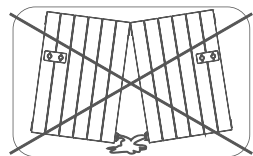

рис. 2
- 7.4. Для монтажа радиаторов с числом секций до 12 используйте 2 кронштейна, для 12 и более 3 кронштейна (рис. 2).